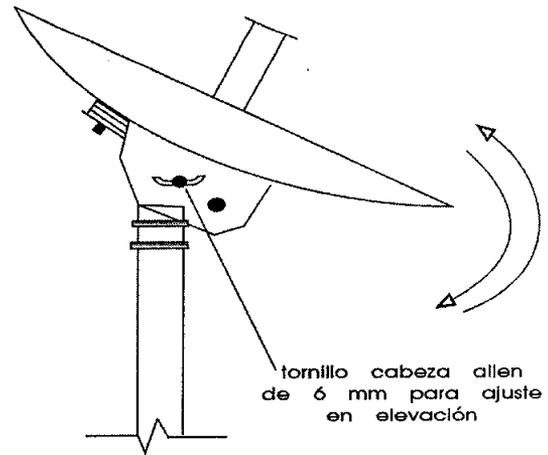

FIG. 6
5. Mueva la antena hacia arriba y hacia abajo, ajustando la elevación de la antena al máximo nivel de señal de recepción y apriete los tornillos allen al máximo para evitar movimientos. (Fig. 6)